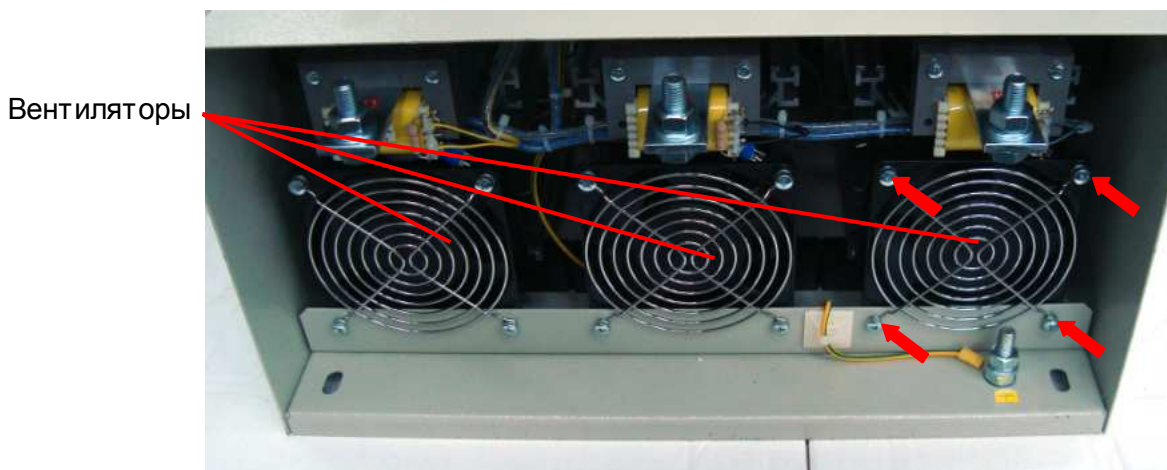

Рис. 6.12
6.8.2. Выкрутить четыре винта крепления вентилятора (рис. 6.12, красные стрелки) и положить их в тару.